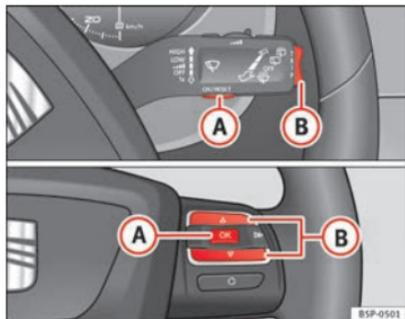

Abb. 41 Wipptasten A und B, Bedienelemente am Lenkrad.
- Zum Umschalten von einem Speicher auf einen anderen drücken Sie bei eingeschalteter Zündung kurz die Taste ⇒ **Abb. 41** **A** am Scheibenwischerhebel oder die Taste **A** der Bedienelemente am Lenkrad ⇒ **Abb. 41**.